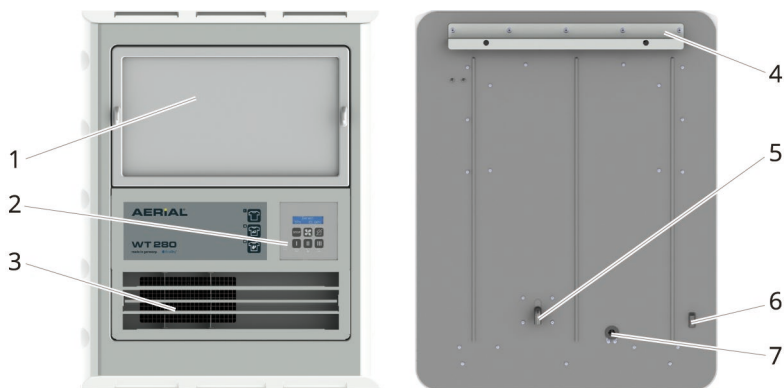

Fig. 1: Panoramica serie AERIAL WT
2. Sollevare il deumidificatore asciugabiancheria dall'alto per agganciarlo alla rotaia, in modo tale che la rotaia di fissaggio sul lato posteriore dell'apparecchio (pag. 60, Fig.1, pos. 4) si agganci alla rotaia fissata alla parete.